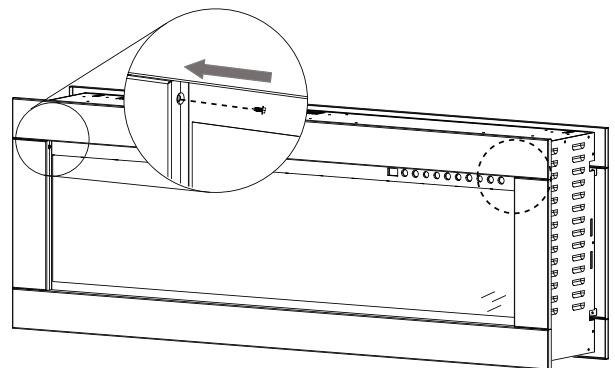

Fig. 4-4
- Fixez les 2 vis (fournies) de sécuriser la garniture avant en place (**Fig. 4-4**).